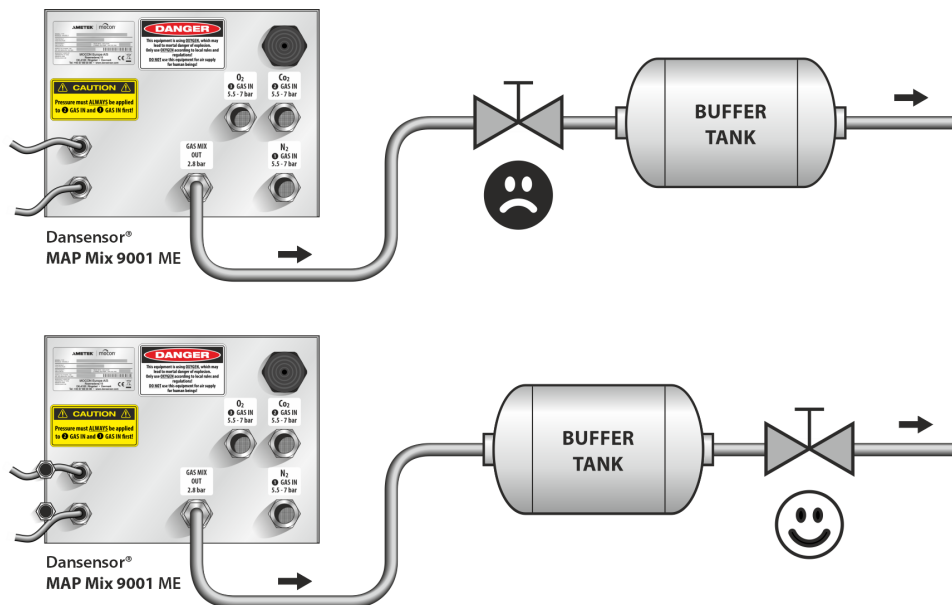

Abb. 4. Richtiges Platzieren des Gasausgangsventils
**WARNUNG!** Stellen Sie bei Puffertankversionen sicher, dass der Gasausgang **NIEMALS** vor dem Puffertank blockiert oder beeinträchtigt ist (siehe Abb. 4).